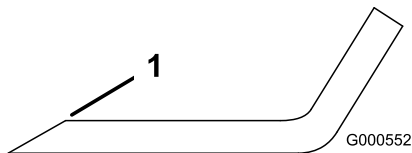
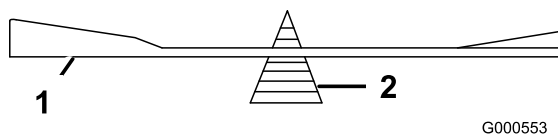

Figure 47
Figure 48
1. Au moyen d'une lime, aiguissez les tranchants aux deux extrémités de la lame (Figure 47) Veillez à conserver l'angle de coupe d'origine. Limez la même quantité de métal sur chacun des deux tranchants pour ne pas déséquilibrer la lame.
2. Vérifiez l'équilibre de la lame en la plaçant sur un équilibreur (Figure 48). Si la lame reste horizontale, elle est équilibrée et peut être utilisée. Si la lame est déséquilibrée, limez un peu l'extrémité de la partie relevée seulement (Figure 47). Répétez la procédure jusqu'à ce que la lame soit équilibrée.